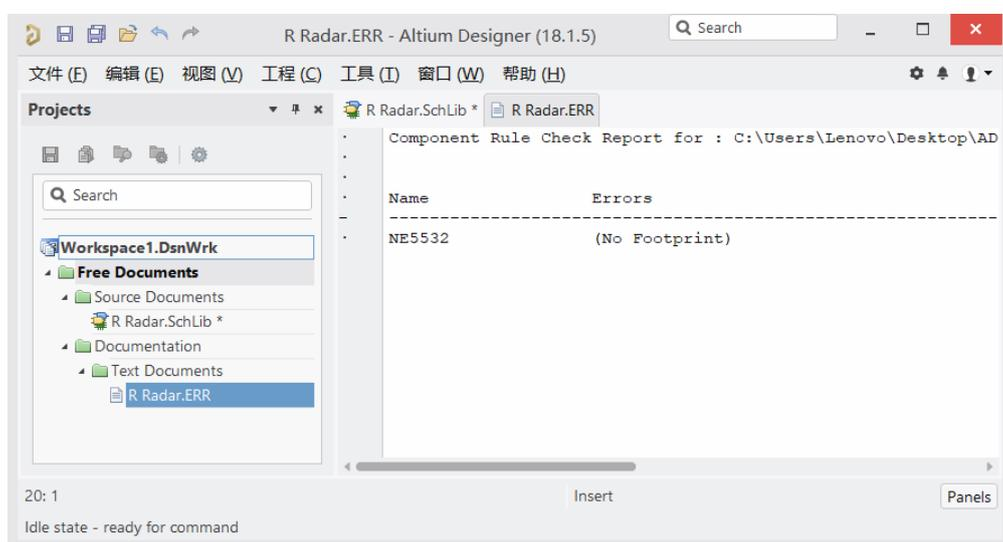

图 5-39 器件规则检查报表
(3) 设置完毕，单击 **确定** 按钮，关闭对话框，此时系统自动生成了该库文件的器件规则检查报表，是扩展名为.ERR 的文本文件，如图 5-39 所示。